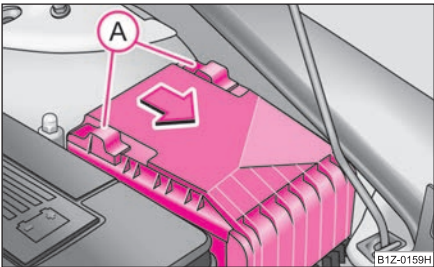

Fig. 223 Capacul cutiei de siguranțe din compartimentul motorului
- Deplasați mânerul de siguranță (A) ⇒ fig. 223 până la limită, în spatele mânerului de siguranță apare simbolul ⚠; scoateți capacul.